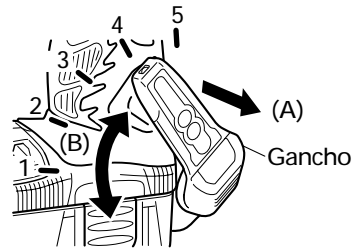

Fig. 9
(1) Operación del gancho
- (a) Extraiga el gancho hacia sí en la dirección de la flecha (A) y gírelo en la dirección de la flecha (B). (Fig. 9)